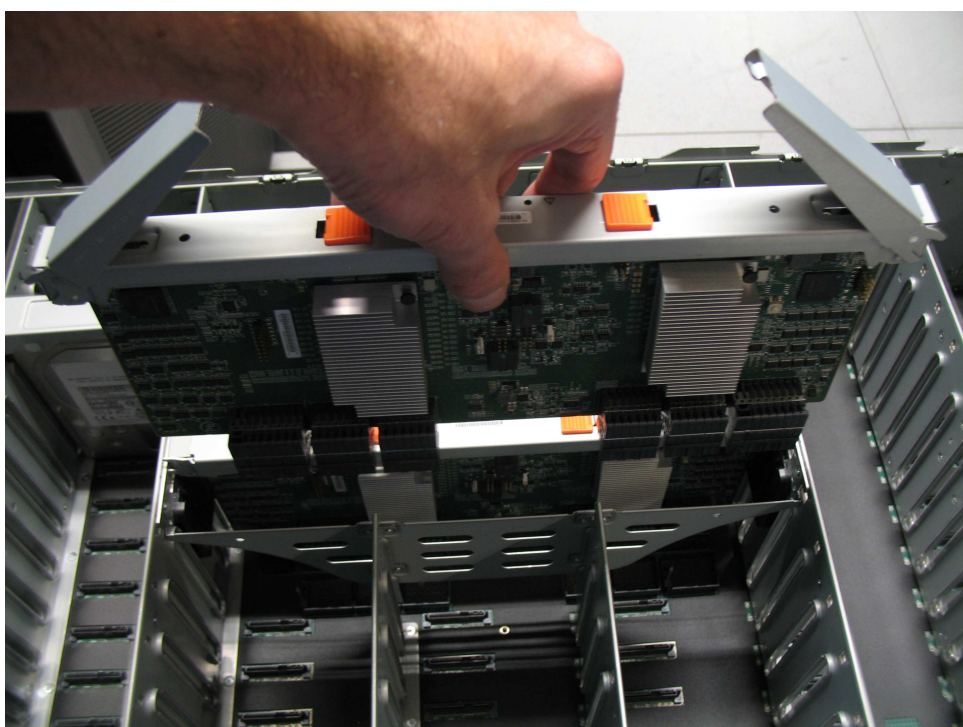

Figura 89. Substitua o módulo do expensor secundário
4. Alinhe as bordas do módulo do expensor secundário cuidadosamente no slot da guia no gabinete, conforme mostrado em Figura 89.